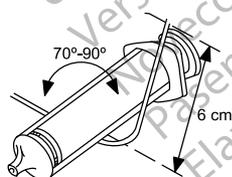

Figura 4. Curve el estilete
2. Seleccione un estilete según la función y la firmeza preferida. Si lo desea, curve suavemente el estilete con un instrumento estéril de superficie lisa (p. ej., el cilindro de una jeringa de 10 o 12 cc) (Figura 4 Curve el estilete en la página 19). Cuando se utiliza el estilete, la probabilidad de que una curva suave se enderezca es menor en comparación con una curva que tenga un ángulo agudo.